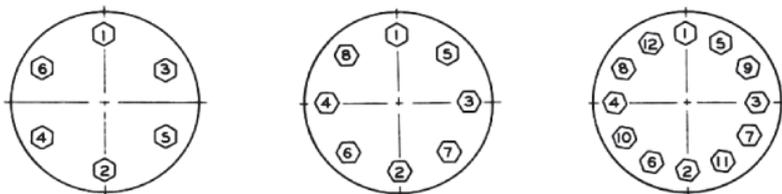

Abbildung 10
Die richtigen Anzugsmomente und Hinweise zur Reihenfolge des Festziehens sind in Abbildung 10 angegeben. Zusätzlich dazu muss das Verschlusssteil von Hand durch gleichmäßiges Anziehen der Gehäuse-Stehbolzen (11) um den Deckel und unteren Flansch auf den korrekten Hub so ausgerichtet werden, dass die Justierung korrekt und ein Schleifen/Festhängen zwischen den Verschlusssteilführungen und den Buchsen nicht möglich ist.
- F. Dichtungspacker (17) und Packungsflansch (18) montieren.
- G. Dichtungspacker (19) und Packungsflansch (3) einbauen.
- H. Packungsflansch-Stehbolzen (2) einsetzen.